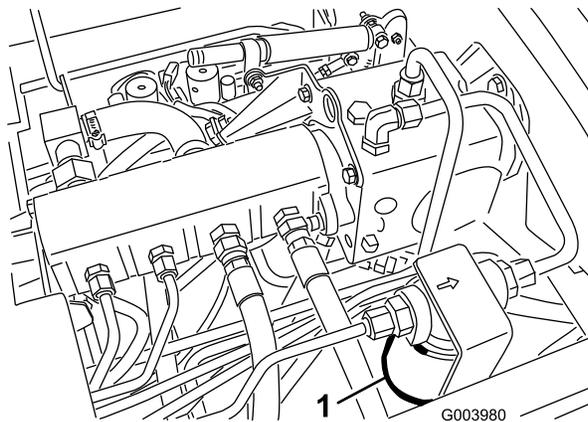
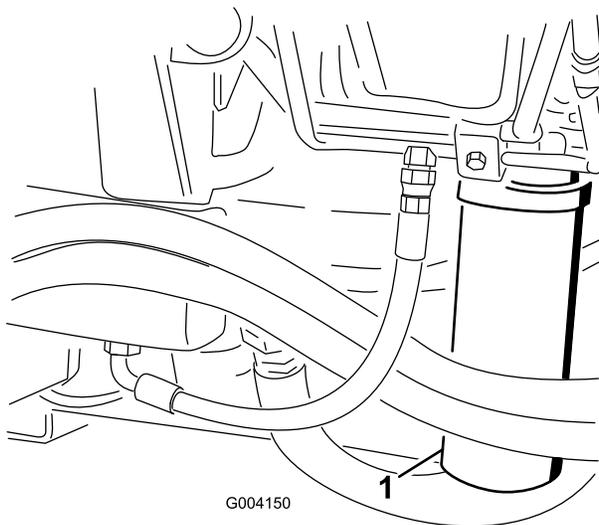

Figura 80
Figura 81
2. Lime a área à volta da área de montagem do filtro e coloque um recipiente de drenagem por baixo do filtro (Figura 80) e (Figura 81).